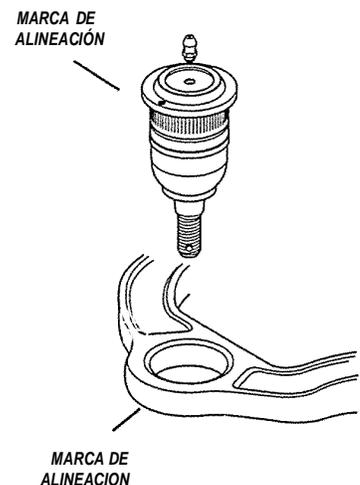

FIGURA 1
7. Coloque la nueva junta de rotula en la horquilla superior con la marca del orificio perforado para alineamiento orientada hacia fuera hacia la rueda (VER FIGURA 1).